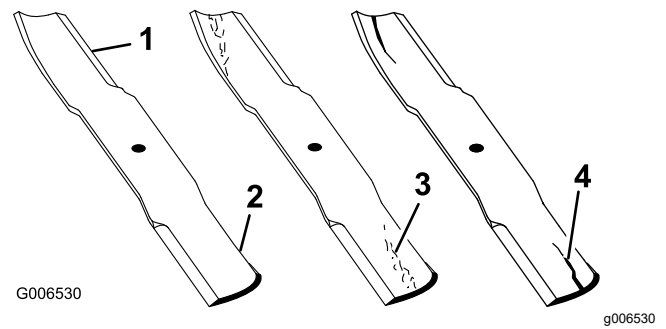

**Bild 56**
1. Untersuchen Sie die Schnittkanten (**Bild 56**).
4. Wenn Sie Risse, Verschleiß oder Rillenbildung in diesem Bereich feststellen, sollten Sie sofort ein neues Schnittmesser einbauen (**Bild 56**).